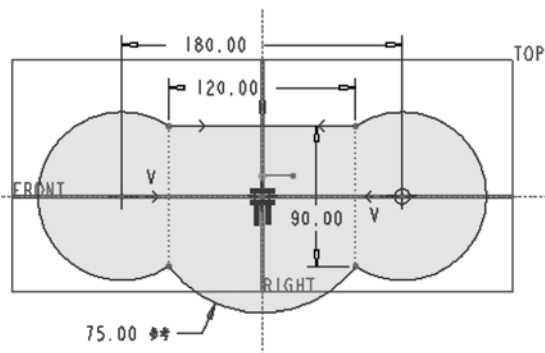
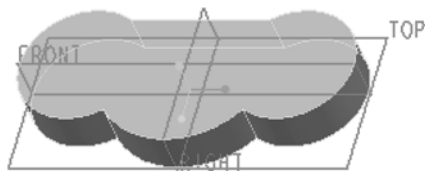

图 4-81 绘制拉伸剖面
图 4-82 创建的拉伸实体特征
① 在功能区的“模型”选项卡的“形状”面板中单击“拉伸”按钮，打开“拉伸”选项卡。
② 在“拉伸”选项卡中打开“放置”面板，单击“定义”按钮，弹出“草绘”对话框。
③ 选择“TOP（基准平面）”作为草绘平面，以“RIGHT（基准平面）”作为“右”方向参照，单击“草绘”按钮进入草绘模式。
④ 在功能区的“草绘”选项卡的“设置”面板中单击“草绘视图”按钮以定义草绘平面使其平行于屏幕。接着使用相关的草绘工具按钮绘制如图 4-81 所示的拉伸剖面，单击“确定”按钮.
⑤ 默认的侧 1 “深度”选项为“盲孔”，设置侧 1 的拉伸深度为“36”。
⑥ 在“拉伸”选项卡中单击“完成”按钮，创建的拉伸实体特征如图 4-82 所示。